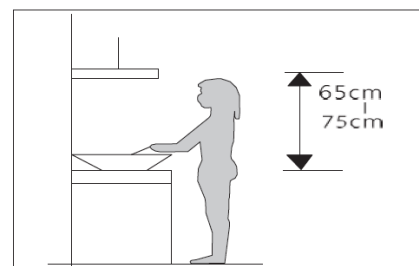

Рис.1
1. Для достижения наилучшего эффекта вытяжку следует располагать на расстоянии 65–75 см от варочной поверхности. См. Рисунок 1.